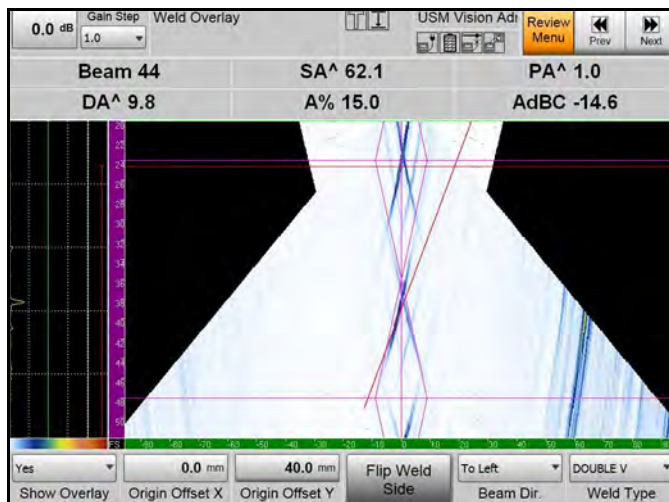

Рис. 65: Направленный слой сварного шва с кнопкой переворачивания (Flip)
2. Настройте двойное секторное сканирование в следующей последовательности, показанной на Рис. 65 на следующей странице: